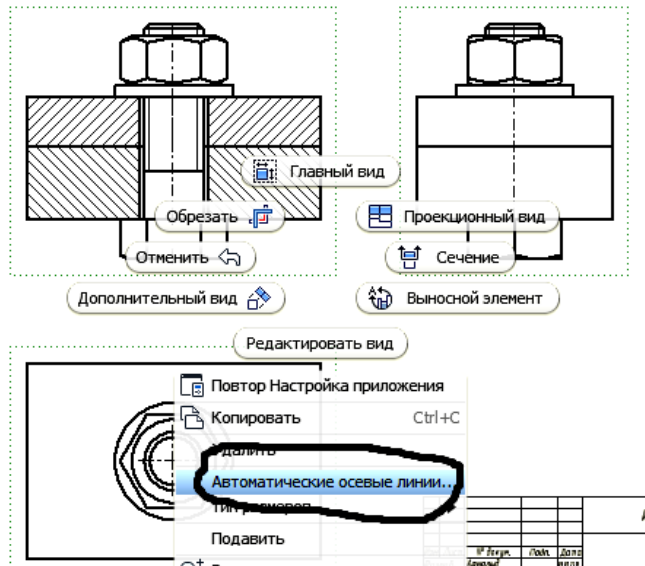

Рис. 3.101. Переход в режим «Автоматические осевые линии»
14. Для оформления чертежа перейдите на вкладку «*Пояснение (ESKD)*». Выберите три вида чертежа. Для этого во время процедуры выбора удерживайте нажатой клавишу «*SHIFT*» или «*CTRL*», затем щелкните правой кнопкой мыши и выберите в контекстном меню пункт «*Автоматические осевые линии*» (рис. 3.101).